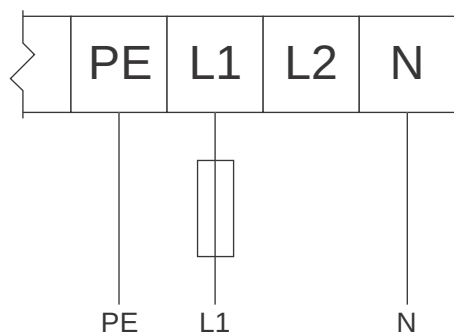

Figure 8 Вход: 120 В перем. тока, 1 фаза/выход: 240 В перем. тока, 3 фазы
6. Подсоедините провода питания к клеммам питания в электрораспределительной коробке ЧРП. См. таблицу 3 и рис. 8–12 (в зависимости от системы).